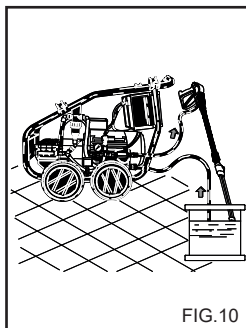

FIG.10
**OPERAZIONI PER L'USO DI ANTIGELO (fig. 10)**